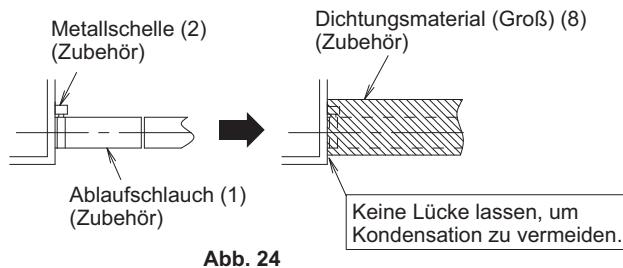
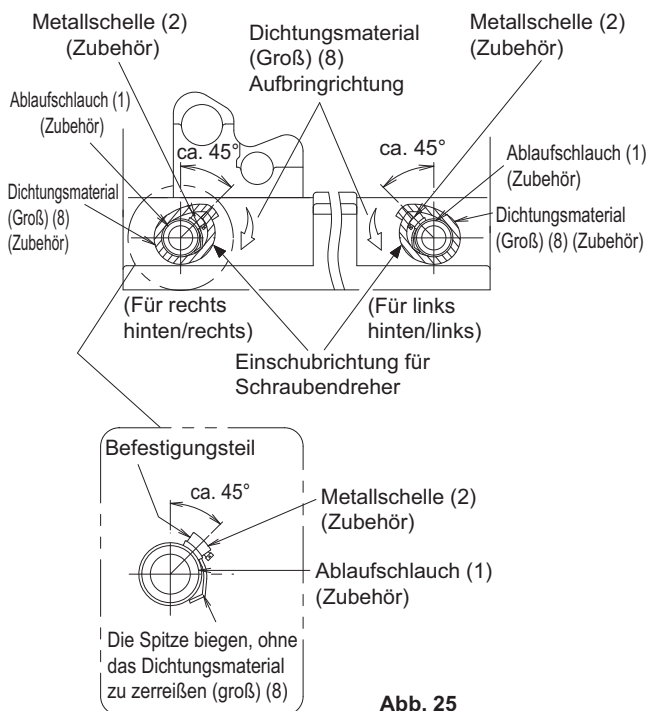
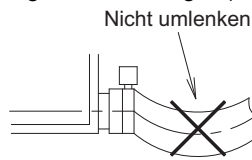

Abb. 24
Abb. 25
Abb. 26
- Stellen Sie sicher, den beigefügten Ablaufschlauch (1) und die Metallschelle (2) zu verwenden. Setzen Sie außerdem den Ablaufschlauch (1) in das Unterteil des Ablaufstutzens ein und ziehen Sie die Metallschelle (2) unten am Ablaufstutzen fest. (Siehe Abb. 24 und Abb. 25) (Die Metallschelle (2) so einbauen, dass der Befestigungsbereich sich wie in Abb. 26 gezeigt im Bereich von etwa 45° befindet.) (Ablaufstutzen und -schlauch nicht zusammenkleben. Anderenfalls kann keine Wartung und Inspektion für den Wärmetauscher und andere Teile mehr durchgeführt werden.)
- Biegen Sie das Ende der Metallschelle (2) so, dass sich das Dichtungsmaterial nicht wölbt. (Siehe Abb. 25)
- Wickeln Sie bei der Isolierung das Dichtungsmaterial (groß) (8), das ab der Basis der Metallschelle (2) und des Schlauchs (1) angebracht ist, in Richtung des Pfeils. (Siehe Abb. 24 und Abb. 25)
- Der Ablaufschlauch (1) im Inneren des Innenaggregats darf nicht umgelenkt werden. (Siehe Abb. 26) (Das kann ungewöhnliche, zum Beispiel blubbernde Geräusche verursachen.) (Wenn der Ablaufschlauch (1) abgelenkt wird, kann er das Ansaugluftgitter beschädigen.)